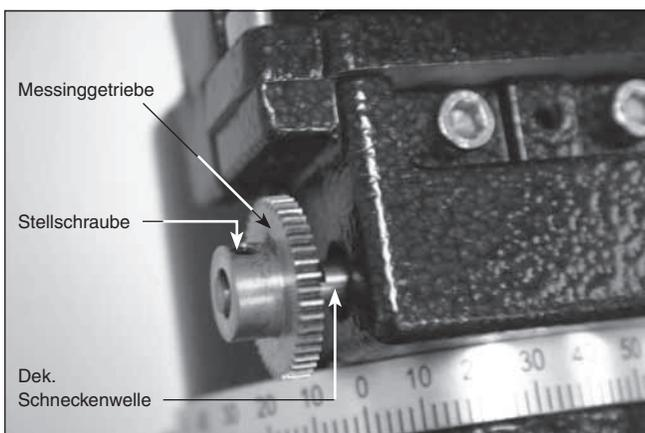

Abbildung 8. Korrekte Ausrichtung der Messinggetriebe für dek. Achse
2. Schieben Sie das Getriebe-Ende von einem der kleinen Messingzahnrad auf die dek. Schneckenwelle, dass es so aussieht wie in der **Abbildung 8**. Drehen Sie das kleine Messinggetriebe, so dass eine der Stellschrauben gegen den flachen Teil der dek. Schneckenwelle drückt. Befestigen Sie das kleine Messinggetriebe durch Anziehen der Stellschrauben mit dem mitgelieferten 2 mm Innensechskantschlüssel, aber nicht zu fest anziehen. Möglicherweise müssen Sie kleine Anpassungen an der Position des Zahnrads im folgenden Schritt vornehmen, um die richtige Zahnradeneinstellung zu gewährleisten.